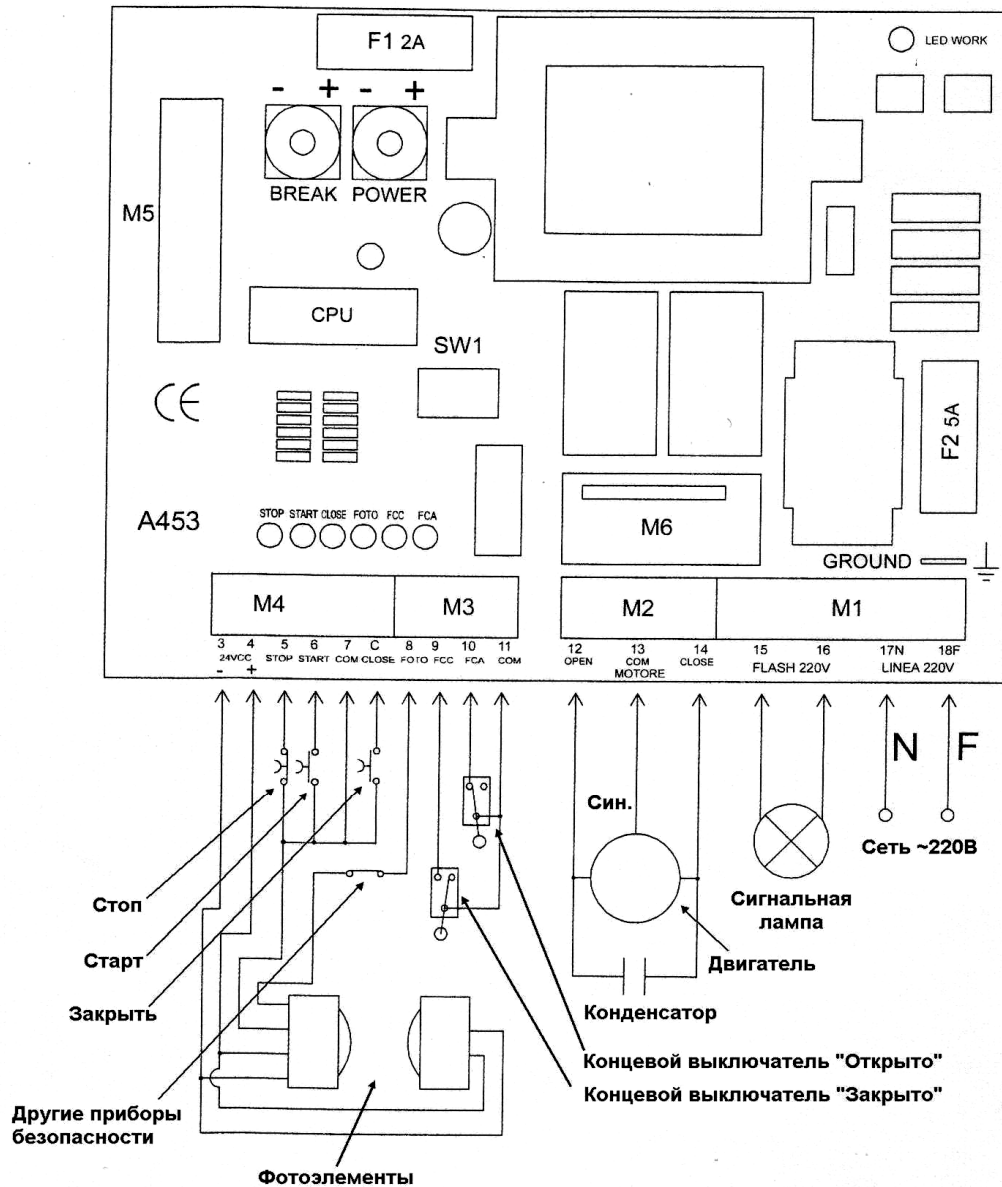

Рис.18 Назначение контактов разъема и органов управления блока А450.
- Выполните все электрические соединения в соответствии с рис.18. Отключите фотоэлементы (при их наличии), установив вместо них перемычки, удалите модуль М6 чувствительности препятствия стрелой шлагбаума (при его наличии);